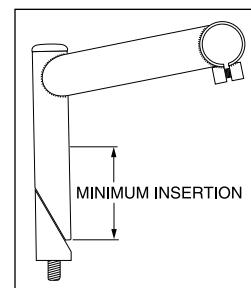

Figure 1
- 4.** Sur le tube de direction fileté, insérez la tige à une profondeur minimum conforme aux normes CPSC ou JIS. La tige doit être insérée sur une longueur engagée au moins égale à 2,5 fois le diamètre de la tige à sa partie inférieure (mais non sa partie effilée, voir Figure 1).